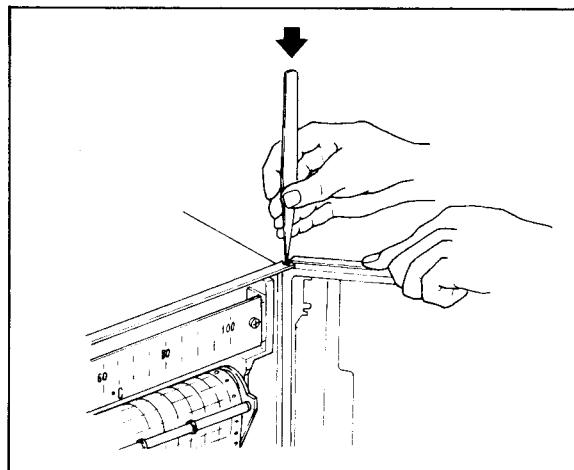

図15-3 扉のはずし方
(1) 扉を開いて、ピンセットの先で上側支点のピンを押して扉を引くとはずれます(図15-3)。下側支点軸には座金が入っているので、粉失しないようにします。
(2) 取付けは、上側支店のピンを押した状態で扉を押し込み、ピンと支点穴を一致させます。
(3) 連続運転時には、必ず扉を閉めてください。